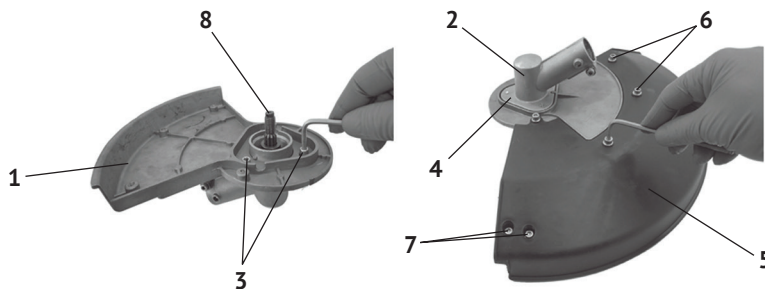

рис. 4
Триммер поставляется с закреплённым на нижней штанге корпусом редуктора (рис.4 поз.2) с фланцем (рис.4 поз.4), для крепления внутреннего защитного кожуха (рис.4 поз.1).
На внутренний защитный кожух крепится внешний (рис.4 поз.5) с ножом для отсечки лески.
- совместив крепёжные отверстия кожуха внутреннего (рис.4 поз.1) и фланца редуктора (рис.4 поз.4), скрепить их тремя винтами (рис.4 поз.3) шестигранным ключом из комплекта поставки;
- совместив крепёжные отверстия внутреннего и внешнего кожуха (рис.4 поз.5), скрепить их четырьмя винтами (рис.4 поз.6) шестигранным ключом;
- закрепить (если не установлен) на внешнем кожухе двумя винтами (рис.4 поз.7) нож отсечки лески.